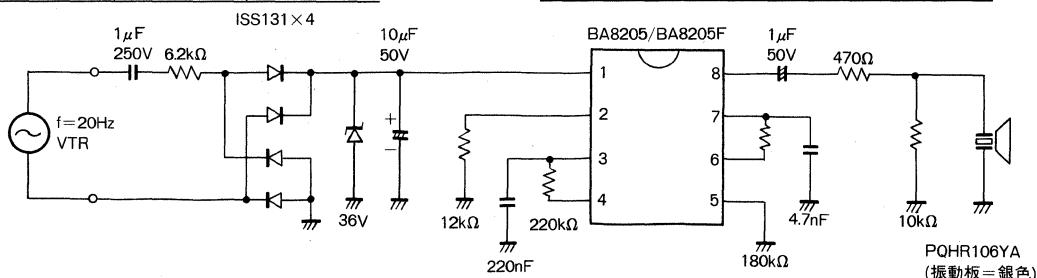

Fig. 3
*4 鳴動開始電圧はトーンリンガが Fig.3 の回路にて、鳴動を開始するのに必要な交流電圧です。